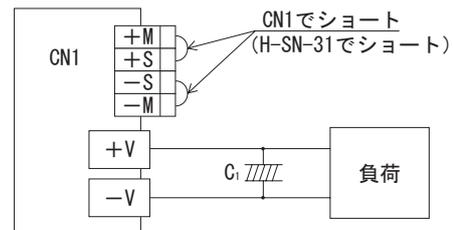
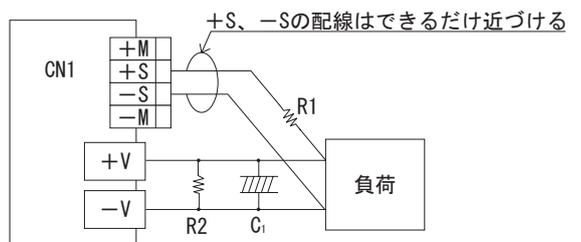

図 5.11 リモートセンシングを使用しない場合
図 5.12 リモートセンシングを使用する場合
■リモートセンシングを使用する場合と使用しない場合の結線を図 5.11、図 5.12 に示します。
- ①負荷線に接触不良（ねじのゆるみなど）が生じると、センシング線に負荷電流が流れ、電源内部回路が故障することがありますので結線には充分注意してください。
- ②電源から負荷までの配線は、充分余裕のある太い電線を使用し、ラインドロップは0.3V以下でご使用ください。
- ③センシング線が長くなる場合、C1、R1をつけてください。
- ④センシング線は、ツイストペア線またはシールド線を使用してください。
- ⑤+M、-M、+S、-S端子から電流を取り出さないください。
- ⑥配線や負荷のインピーダンスによって、電源出力電圧に発振波形が発生したり、出力電圧の変動が大きくなる場合があります。